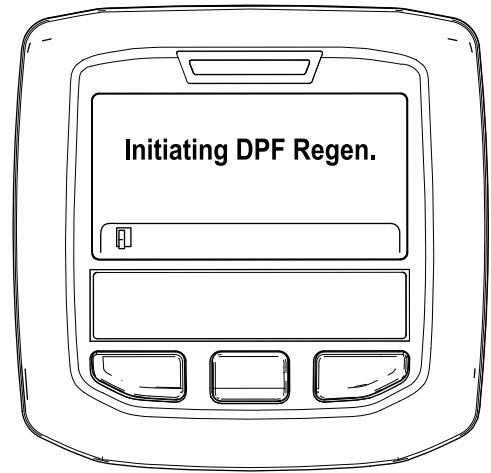

Figura 52
- A. "Initiating DPF Regen." (A iniciar Regen. DPF) é apresentada (Figura 52).